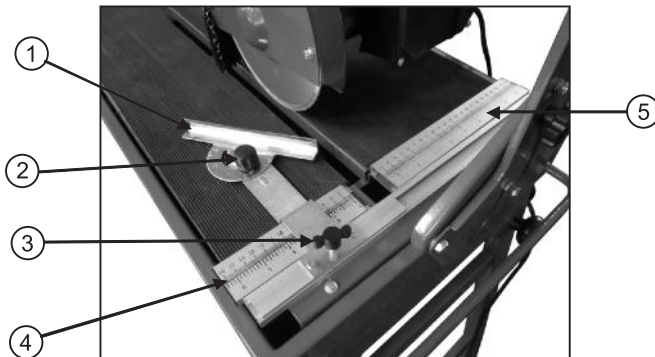

Рис.10
### Регулировка ширины резания (рис. 10, 11)
2. Ослабьте винт фиксации (2) транспортера и установите транспортер в положение  $0^\circ$ . Затяните винт фиксации транспортера (рис. 10).
3. Ослабьте винт фиксации (3) регулируемого упора (1).
5. Зафиксируйте винт фиксации (3) регулируемого упора.
### Регулировка угла реза (рис. 10)